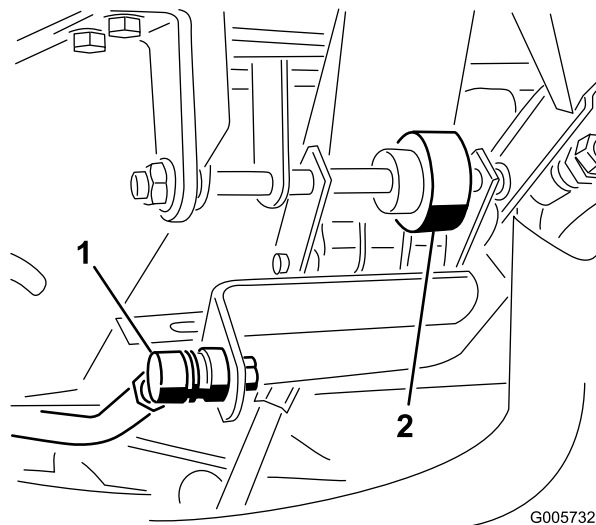

Figure 71
4. Ajustez l'extrémité de la tige de commande (Figure 71) jusqu'à ce qu'un espace de 3 mm sépare le haut de la vis de butée de la pédale de déplacement et la pédale. Resserrez les contre-écrous.
1. Desserrez les deux écrous de fixation de l'axe de la pédale de déplacement situés à droite de la pédale (Figure 71).